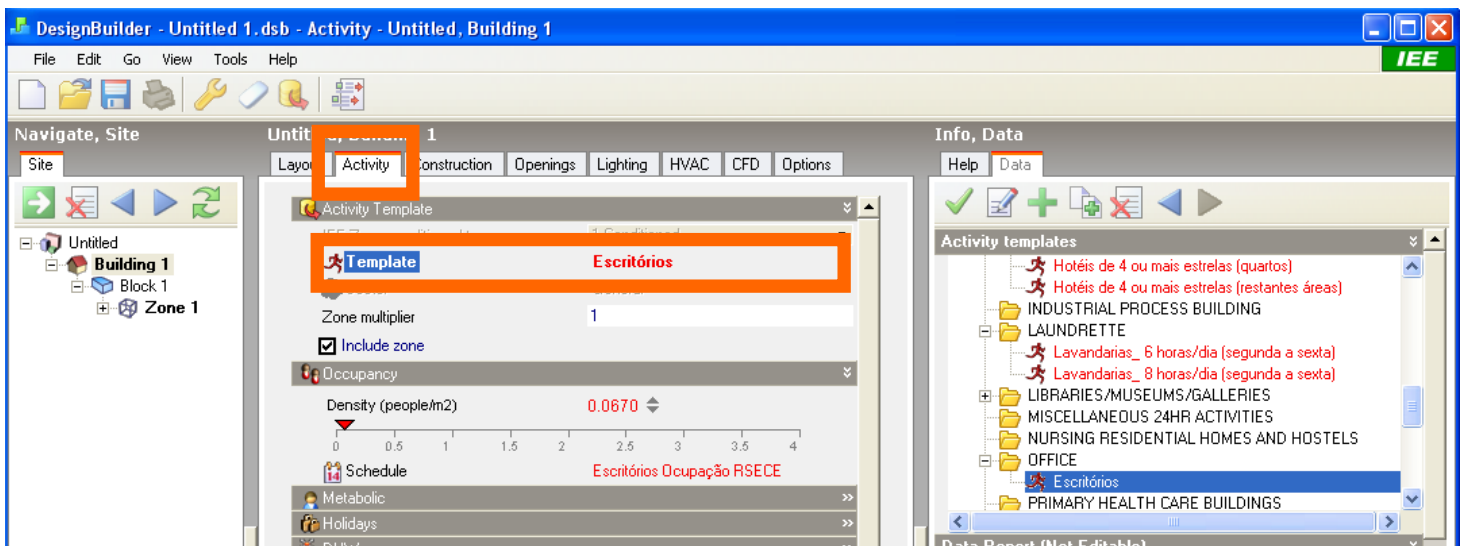

Figura 6 – Escolha do Activity Template (Tipologia ou Espaço Complementar) ao nível do edifício
8. Caso de edifício não ponderado: Ao nível do Building escolha a aba **Activity**, no topo por baixo da barra de botões. Na secção **Activity template** escolha a tipologia ou espaço complementar do edifício, clicando na caixa de texto à frente do texto **Template** e escolhendo na coluna do lado direito, clique duas vezes para escolher (Figura 6).